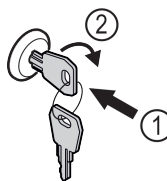

Fig. 125 Ilustrační zobrazení
- Klíč zasuňte dovnitř Fig. 125 (1).
- Otáčejte klíčem o 90° ve směru hodinových ručiček Fig. 125 (2).